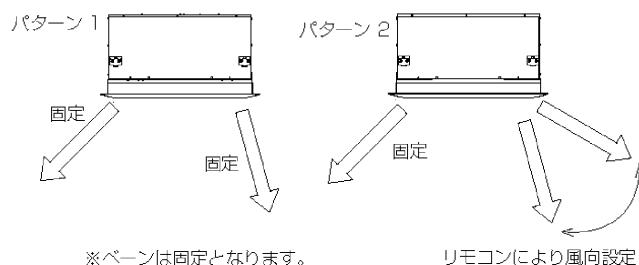

図18
- ・オートペーンを左右個別に設定し、吹き分けることができます。（図18）